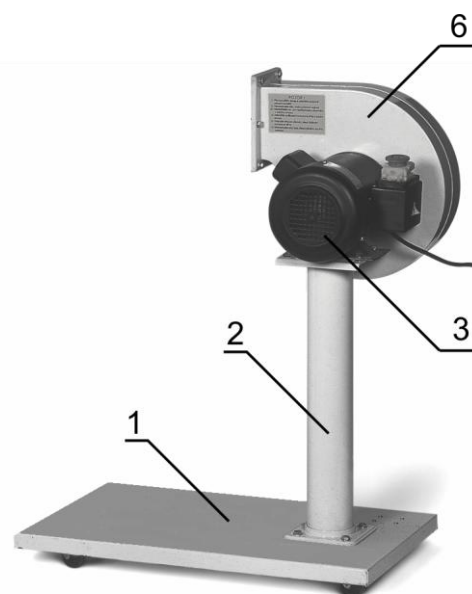

Рисунок 4.
3. Установите и закрепите вентилятор (6 рис. 4) с электродвигателем (3 рис. 4.) на подставке.